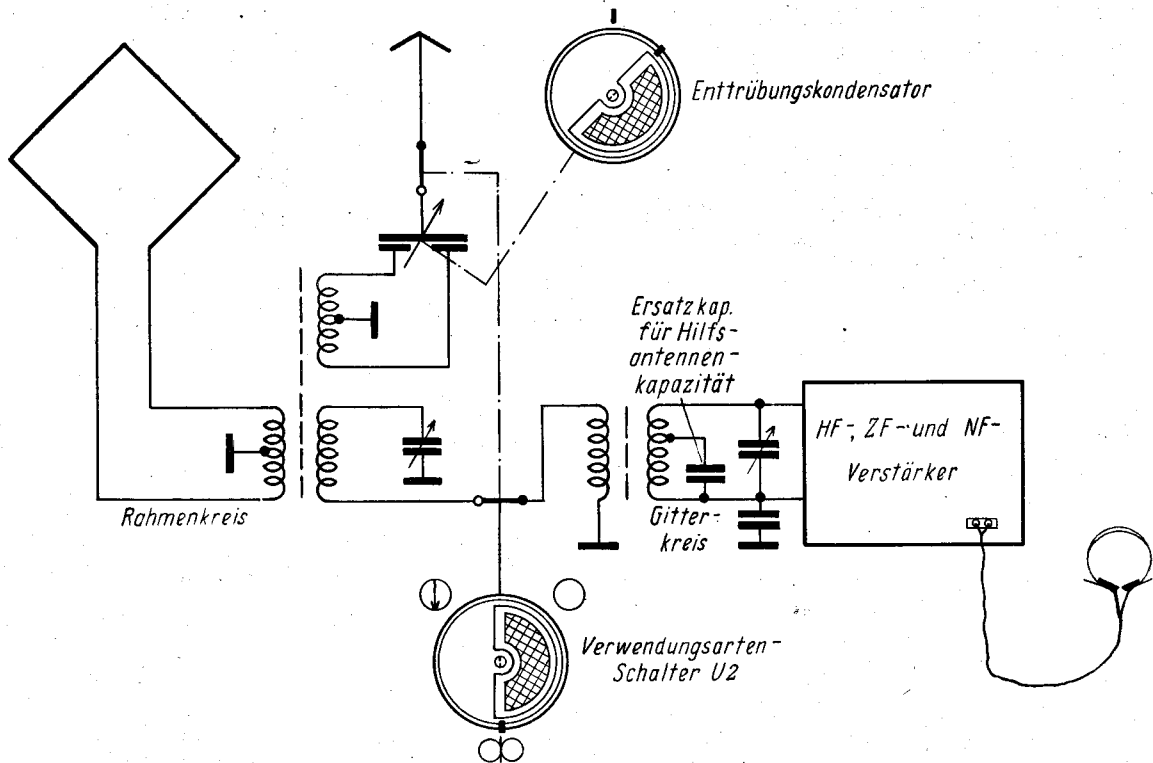

Abb. 10 Vereinfachter Stromlaufplan für „Minimumpeilung“
Den grundsätzlichen Stromlaufplan des Empfängers zeigt Anlage 7, und zwar gilt diese Darstellung für Vergleichspeilung bzw. Zielflug. In Abb. 10 bis 12 werden die grundsätzlichen Schaltungen für „Minimumpeilung“, „Vergleichspeilung“ und „Rundempfang“ gezeigt.
33. Minimumpeilung (vgl. Abb. 10)